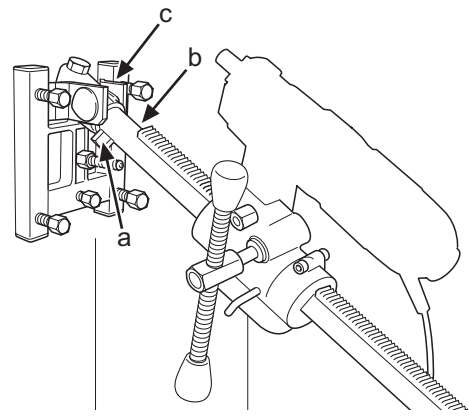

Fig.12
2. Borrpelaren monteras på fotplattans vinkelfäste. Skruva åt de två låsskruvarna (a och b) med 24 mm nyckel. (Fig. 12). Matarhuset vänds 180° och återmonteras på borrpelaren. Borrmaskinen återmonteras i snabbfästet.
3. Ställ in önskad borrvinkel med mutter (c) (Fig.12) med 30 mm nyckel.
2. Boreøjlen monteres på fodpladens vinkelbeslag. Spænd de to låseskruer (a og b) med en 24-mm-nøgle. (Fig.12). Fremføringshuset vendes 180° og genmonteres på boreøjlen. Boremaskinen genmonteres i lynkoblingen.
3. Indstil den ønskede borevinkel med møtrikken (c) (Fig.12) ved hjælp af en 30-mm-nøgle.
2. Borsøylen monteres på festeplatens vinkelfeste. Skru til de to låseskruene (a og b) med 24 mm nøkkel. (Fig.12). Materhuset vendes 180° og monteres på borsøylen igjen. Bormaskinen monteres tilbake i hurtigfestet.
3. Still inn ønsket borvinkel med mutter (c) (Fig.12) med 30 mm nøkkel.